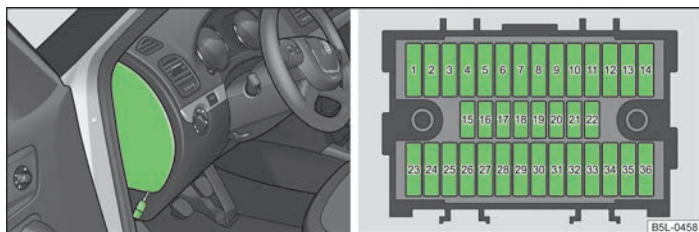

Fig. 165 Tapa de la caja de fusibles en el tablero de instrumentos/Representación esquemática de la caja de fusibles
- Extraer la tapa de la caja de fusibles con ayuda de la llave de contacto » fig. 165.